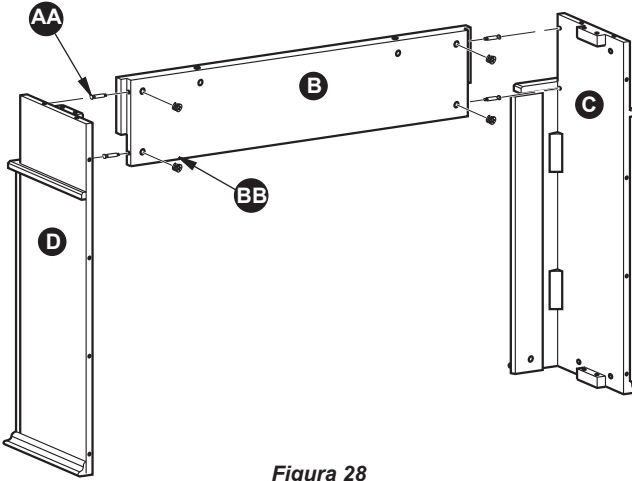

Figura 28
1. Inserte los 4 cerrojos de leva (BB) en la Panel (B). Atornille 4 Espigas de leva (AA) en el Panel lateral izquierdo (C) y el Panel lateral derecho (D). Coloque la Panel (B) en la estructura ensamblada (C, D) apretando la los Cerrojos de leva (BB) como se muestra en la Figura 28.